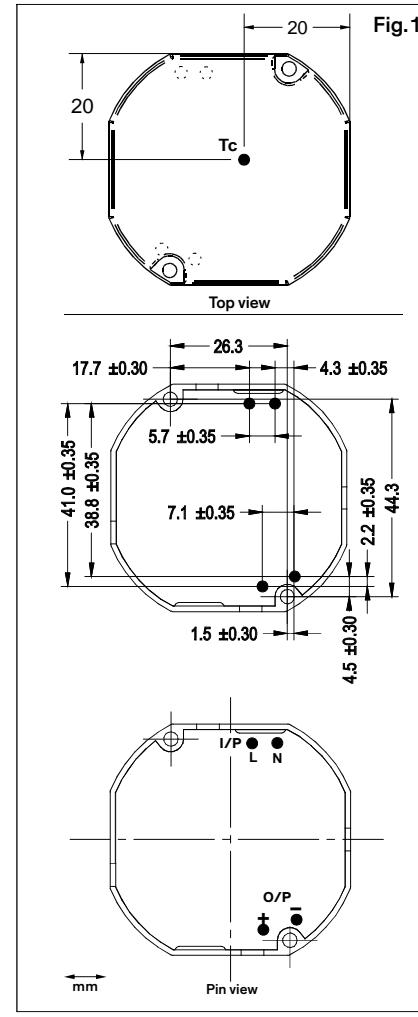

Fig.1
- Alle Ein- und Ausgangsanschlüsse zur Leiterplatte müssen fachgerecht bemessen sein und mit korrekter Polung erfolgen. Fig.1
- Toutes les connexions d'entrée et de sortie de la carte de circuit imprimé doivent être correctement calibrées et doivent être connectées avec la bonne polarité. Fig.1